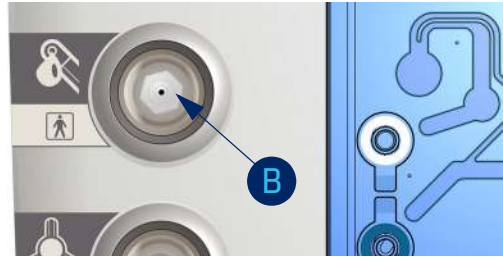

Fig. 137: Conexão da VFI/VFE do EVA
1. Conecte a VFI/VFE descartável 1363.DD [A] no EVA [B] (fig. 137).